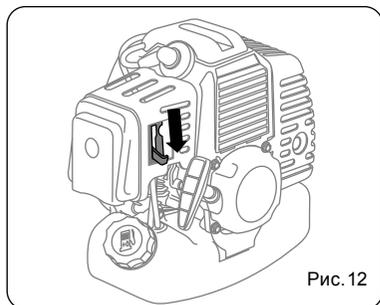

Рис. 12
- Рычаг воздушной заслонки переведите вниз, затем нажмите на рычаг дроссельной заслонки для разблокировки (Рис. 12).